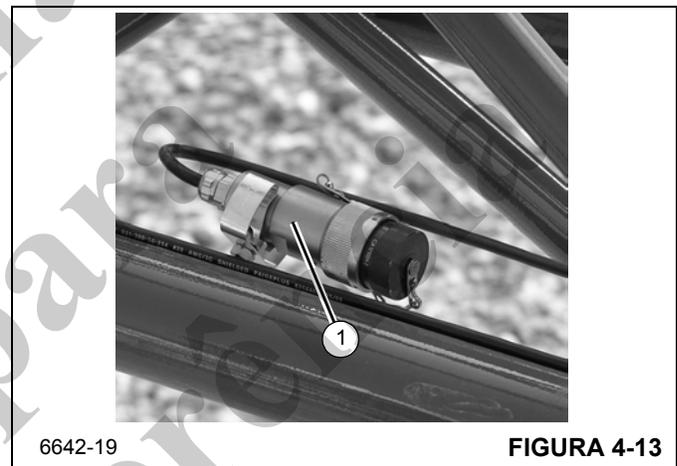

FIGURA 4-13
- c. Passar o cabo através da extensão da lança e armazenar o conector (1, Figura 4-13).